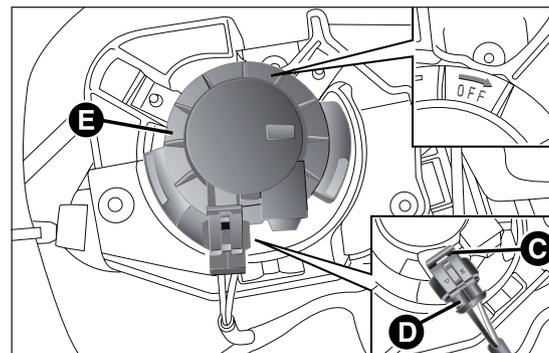

fig. 136
- agire sulla molletta C fig. 136 e scollegare il connettore elettrico D;